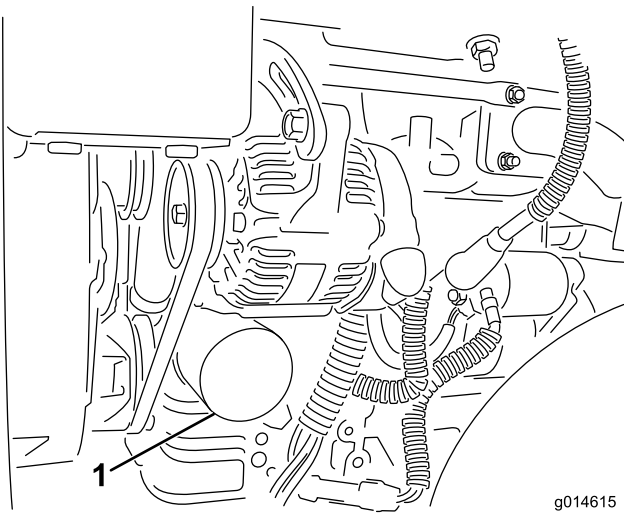

図 43
2. オイルフィルタ (図 43) を外す。新しいフィルタのガスケットに薄くエンジンオイルを塗る。